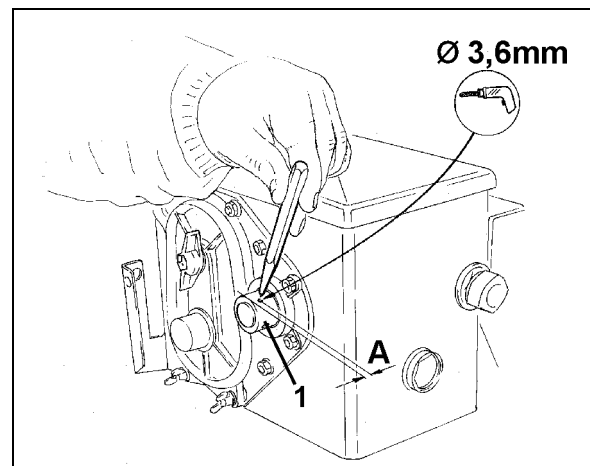

Fig. 10
3. mit dem mitgelieferten Bohrer Loch (\varnothing 3,6 mm) in die Getriebehohlwelle (Fig. 10/1) bohren.
Der Abstand **A** (siehe Fig. 10) vom Rand der Hohlwelle zum Bohrungsmittelpunkt beträgt 5 mm. Bohrung ankönnen.